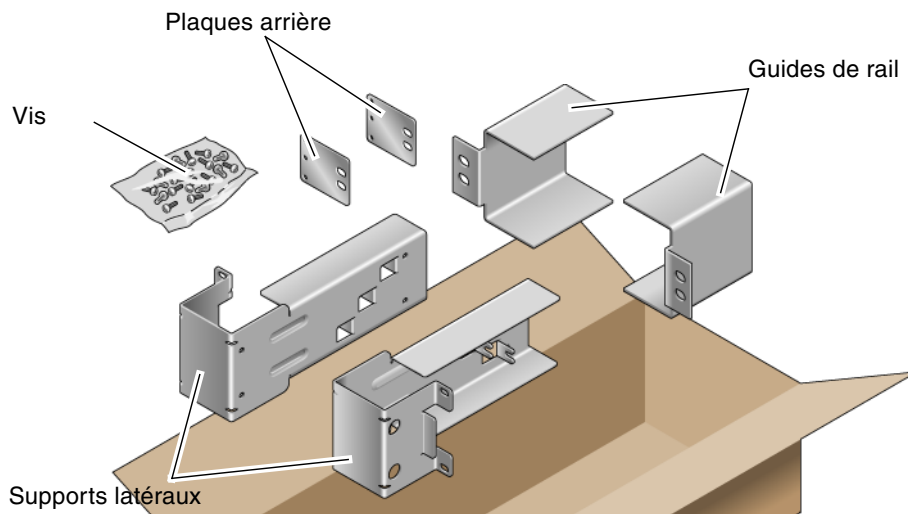

FIGURE 4-1 Contenu du kit de montage fixe pour rack de 23 pouces à 2 montants
1. Retirez les supports latéraux du kit de montage en rack (FIGURE 4-1).
3. Retirez les guides de rail du kit de montage en rack (**FIGURE 4-1**).
7. (En option) Si votre environnement est soumis à des vibrations particulièrement fortes, utilisez les plaques arrière pour fixer le serveur au rack (FIGURE 4-1).